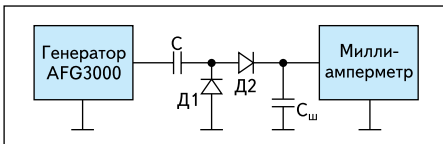

Рис. 25. Схема для измерения емкости методом заряда–разряда
Генератор AFG3000 можно использовать как измеритель малых емкостей на основе метода измерения тока заряда или разряда конденсатора при подключении его к источнику импульсов прямоугольной формы (рис. 25). Генератор серии AFG3000 используется как генератор симметричных прямоугольных импульсов (меандра) с заданной частотой f . Измеряемая емкость заряжается через диод Д1 и миллиамперметр, а разряжается через диод Д2.
Схему, представленную на рис. 25, с подходящим ВЧ-вольтметром или осциллографом можно использовать для ручного снятия АЧХ. Найдя максимум выходного напряжения при резонансе контура, нетрудно с помощью (8) найти добротность контура как отношение выходного напряжения к входному.